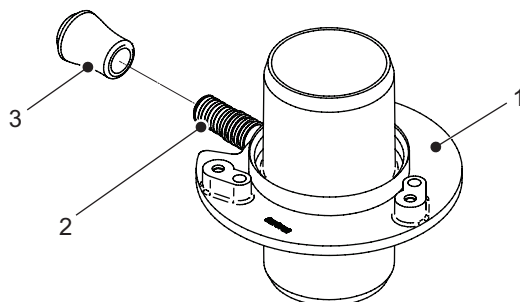

Figure 8 : Adaptateur vapeur
- a. Installer et fixer le bouchon d'extrémité (fourni) sur la raccord de refoulement de l'adaptateur vapeur, à l'aide d'un collier à ressort fourni. Consulter la Figure 8.